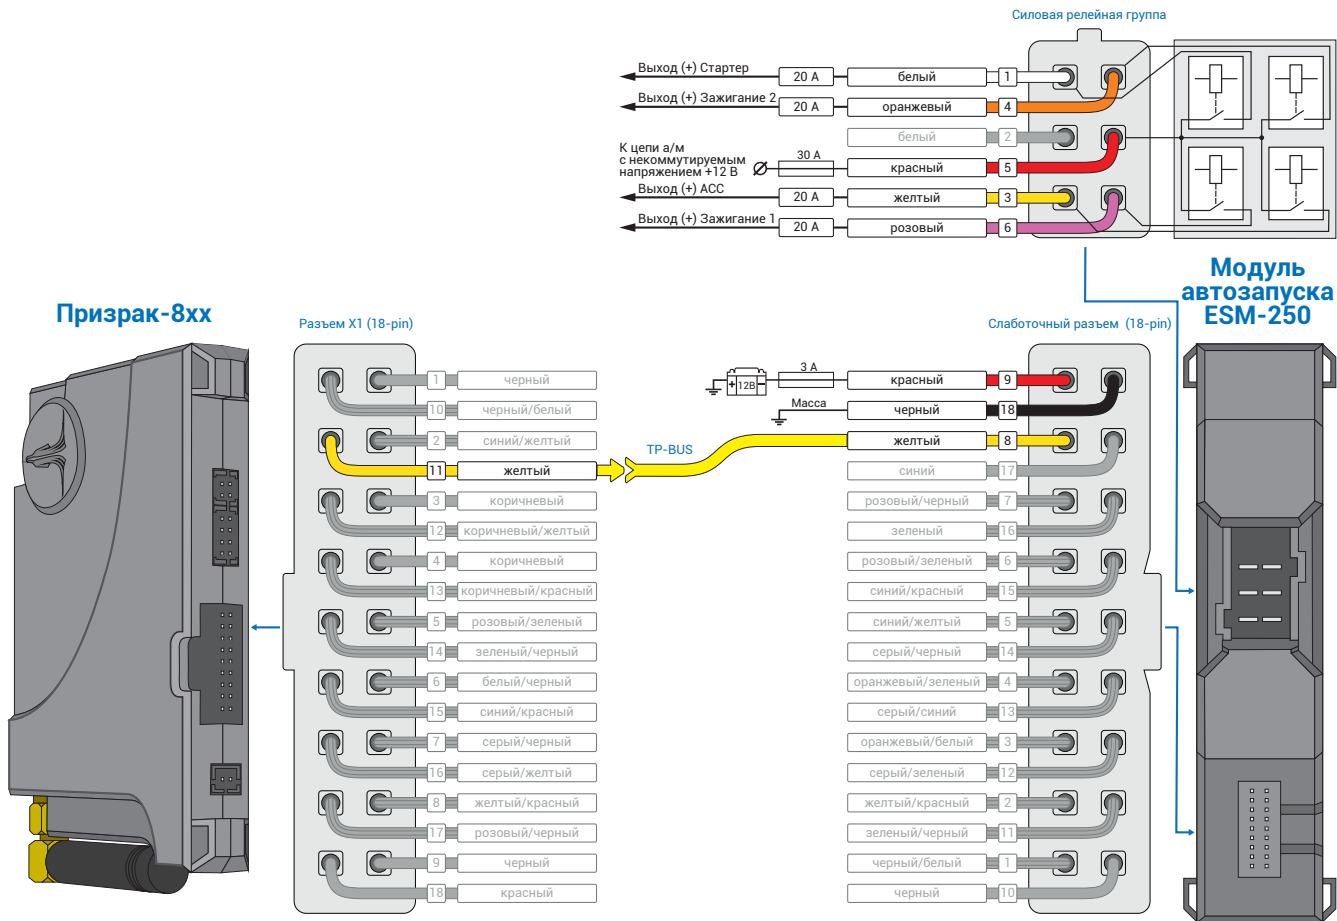

Рис.3 Подключение модуля автозапуска ESM-250
3. Подключите модуль автозапуска ESM-250 – выводы модуля, которые требуется подключить выделены на рис. 3. Подключение к автомобилю производится в разъемах на задней части блока предохранителей (см. рис. 4-7).